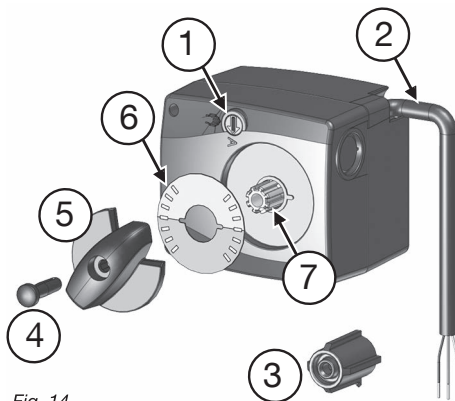

Fig. 14
6. Monter l'**adaptateur (3)** fourni avec le moteur (voir fig. 14) sur le boisseau de la vanne. **Veiller à ce que la nervure pointue de l'adaptateur soit orientée vers le bas** (fig. 23).